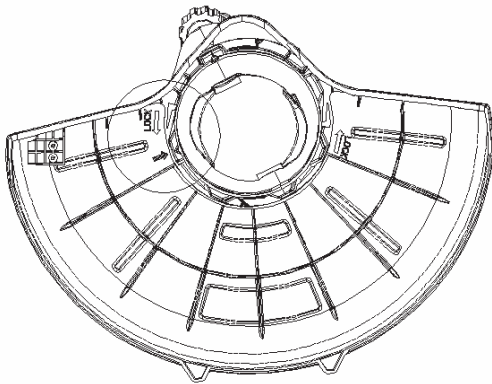
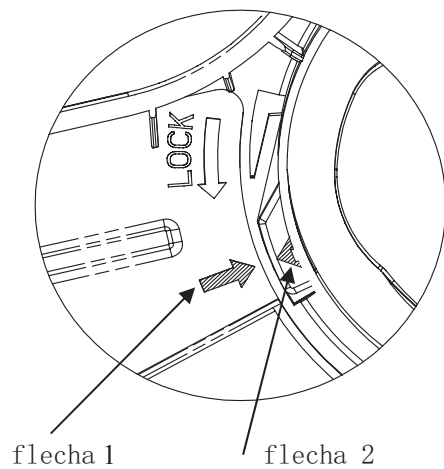

Fig. 5
Fig. 6
1. Alinee la instalación de flecha 1 sobre los escombros escudo con la instalación de flecha 2 en la vivienda, como se muestra. (Fig.5 y Fig. 6.)
2. Gire el protector contra escombros LOCK en la dirección que se muestra, hasta que traben en su lugar (Fig. 6). Asegúrese de que el protector contra escombros se ensamble a la unidad tal como se muestra en la sección CONOZCA SU RECORTADOR del manual.